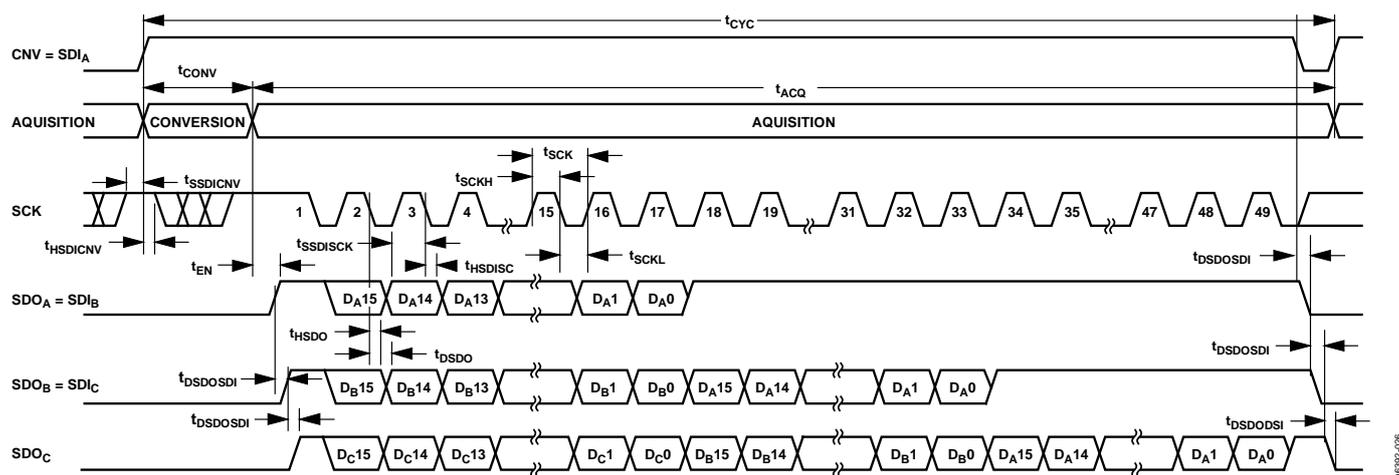

図42.チェーン・モード、ビジー表示ありのシリアル・インターフェース・タイミング
- チェーン・モードでは、CNV立上がりエッジ時にSCKがハイ・レベルになった場合(図 42 参照)。